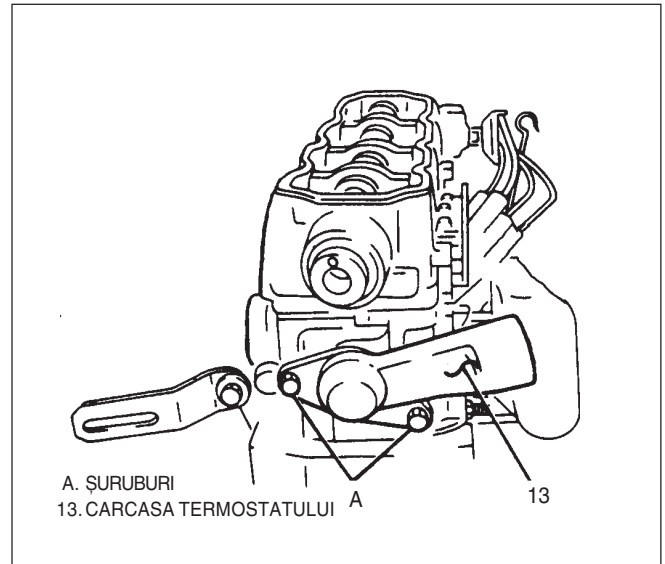

Fig. 8 Carcasa termostatalui
- 1) Se golește lichidul de răcire prin desfacerea furtunului inferior (15) de la radiator.
- 6) Furtunul superior (12) și colierul de la carcasa termostatalui.
- 7) Carcasa termostatalui (13) și inelul de etanșare prin demontarea celor două șuruburi (Fig. 8).